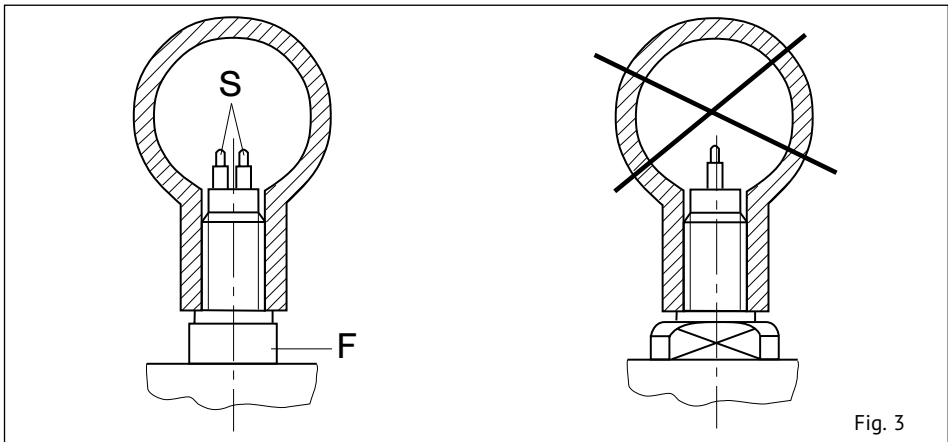
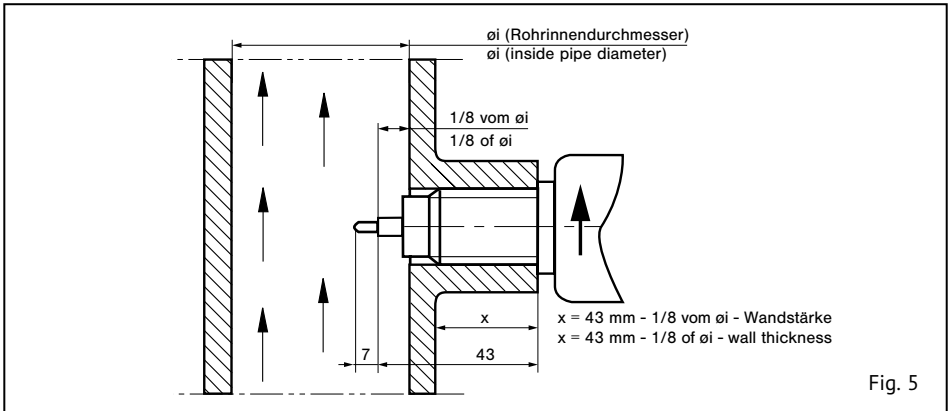
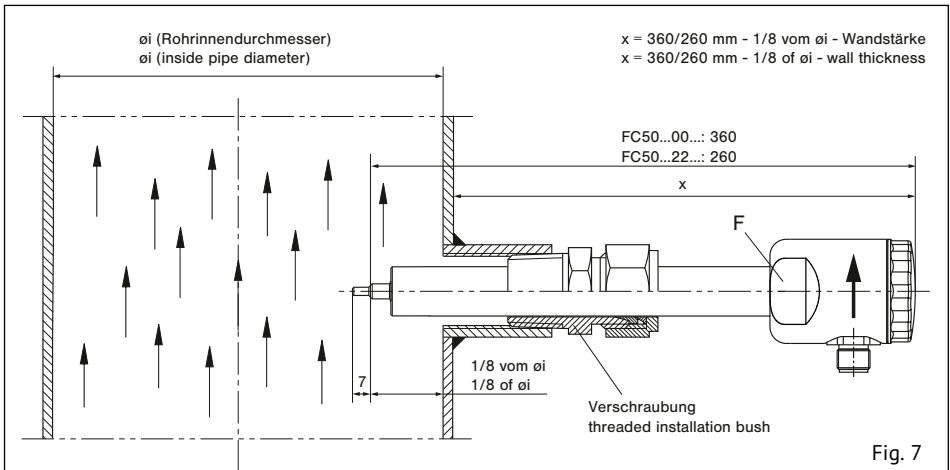

Fig. 3
Fig. 5
Fig. 7
- Die Messfühler (S) müssen nebeneinander im Rohr liegen (siehe Fig. 3):
- The two sensors (S) must be side by side across the direction of flow (see fig. 3):
Die beiden Messfühler (S) müssen im eingebauten Zustand nebeneinander im Strömungsmedium liegen. Dies ist der Fall, wenn die Schlüsselansatzflächen (F) parallel zur Rohrleitung stehen (siehe Fig. 3). Bis 56 mm Rohrinne Durchmesser muss der Einschraubstutzen bündig mit der Rohrinne wand sein. Größer 56 mm Rohrinne Durchmesser muss die Fühlermitte (schräger Absatz) auf 1/8 des Rohrinne Durchmessers eingeschraubt werden. Der Pfeil (Laserbeschriftung) an der Seite des Gehäuses muss in Strömungsrichtung zeigen (siehe Fig. 5).
The two sensors (S) of the flow meter must be aligned side by side directly across the direction of flow. The sensors are correctly positioned when the wrench flats (F) are aligned parallel with the pipe (see fig. 3). For inside pipe diameters up to 56 mm (2.2 in) the shaft end must be in line with the inner pipe wall. For inside pipe diameters above 56 mm (2.2 in) the shoulder of the two sensors (7 mm (0.28 in) from the tip) must be positioned at 1/8 of inside pipe diameter  $\varnothing$  i. The arrow (laser marking) at the side of the housing must show in direction of flow (see fig. 5).
Die beiden Messfühler (S) müssen im eingebauten Zustand nebeneinander im Strömungsmedium liegen. Dies ist der Fall, wenn die Schlüsselansatzflächen (F) parallel zur Rohrleitung stehen (siehe Fig. 3). Die Fühlermitte (schräger Absatz) muss bei  $1/8$  des Rohrinneindurchmessers positioniert werden. Der Pfeil (Laserbeschriftung) an der Seite des Gehäuses muss in Strömungsrichtung zeigen (siehe Fig. 7).
The two sensors (S) on the flow meter must be aligned side by side directly across the direction of flow. The sensors are correctly positioned when the wrench flats (F) are aligned parallel with the pipe (see fig. 3). The shoulder of the two sensors ( $7\text{ mm}$  ( $0.28\text{ in}$ )) must be positioned at  $1/8$  of inside pipe diameter  $\varnothing i$ . The arrow (laser marking) at the side of the housing must show in direction of flow (see fig. 7).